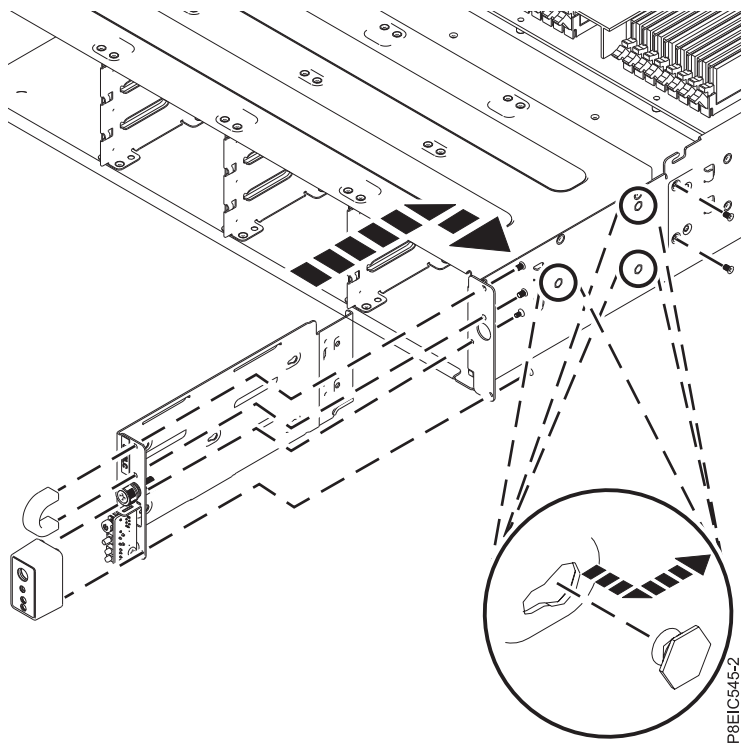

図 64. 電源スイッチおよびケーブルの取り替え
3. 電源スイッチおよびケーブルをシャーシに挿入します (図 64 を参照)。
4. 電源スイッチ・アセンブリーをシャーシの内側にあるピンに位置合わせし、電源スイッチ・アセンブリーを後方にスライドさせて、ピンに固定します (59 ページの図 64 を参照)。
6. 電源スイッチのベゼルとハンドルを固定する 4 本のねじを再取り付けします (59 ページの図 64 を参照)。